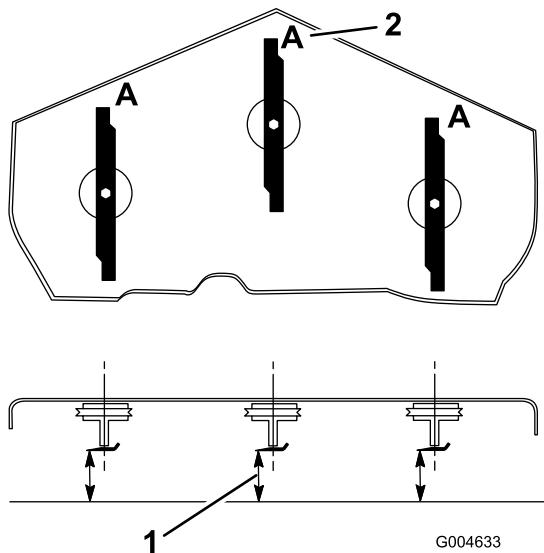

図 66
3. ブレードが前後方向を指すように回転させる（図 66）。Aの位置で（図 66）、平らな床面からブレードの刃先までの高さを測る。測定値を記録する。